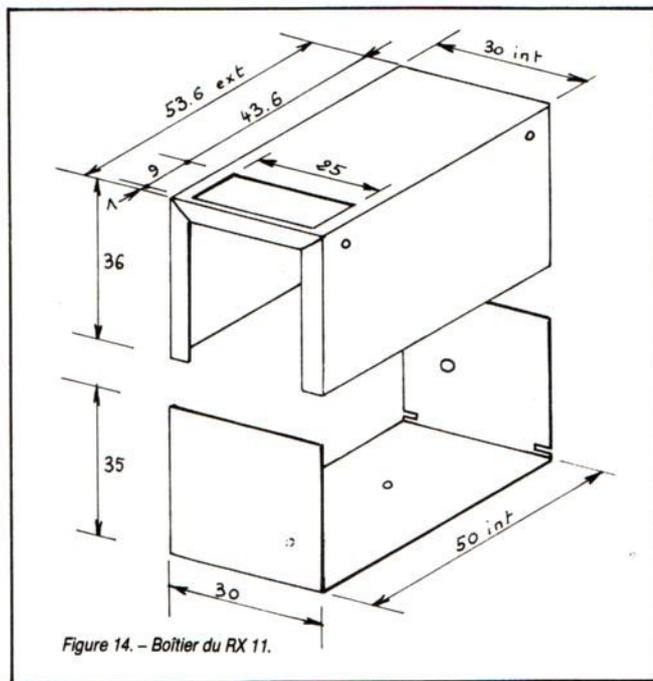

Figure 14. – Boîtier du RX 11.
- **Le boîtier** (voir fig. 14). A fabriquer en alu de 10/10 pour le fond et de 8/10 pour le couvercle. Le boîtier terminé, procéder à la préparation de la fixation des CI.